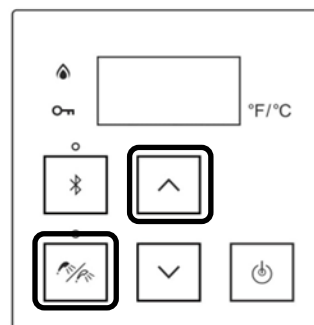

Figure 71
1. Pour verrouiller le contrôleur intégré, maintenir enfoncée la touche « Priority » (Priorité) (figure 71).
2. Tout en maintenant la touche « Priority » (Priorité) enfoncée, appuyer sur la touche fléchée (Haut) (figure 71) jusqu'à ce qu'un bip se fasse entendre (environ 5 secondes). Ensuite, relâcher simultanément les deux touches.